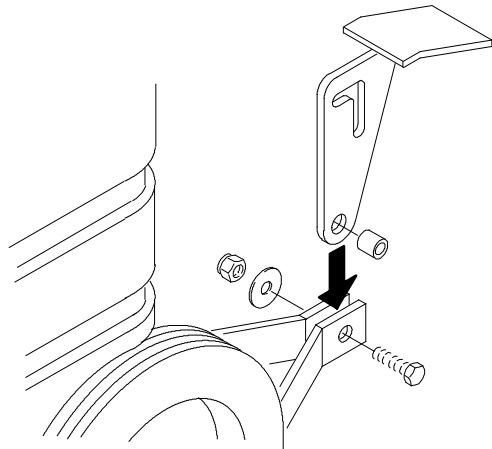

図 3
8. ペダルに空いた穴にスペーサーを差し込んでから、スクイージーブラケットの2つの穴の間にペダルを差し込み、付属の六角頭ボルト・ワッシャー・ナットでブラケットとペダルを固定します。(図3)。